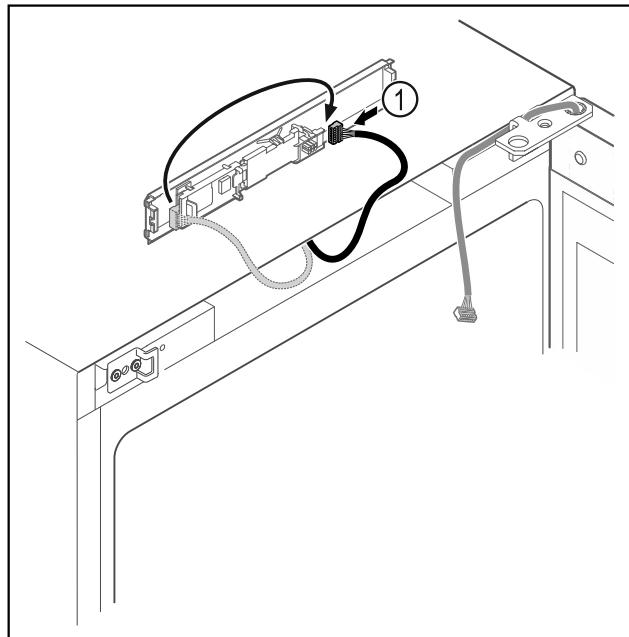

Fig. 13
► Zmeňte zapojenie zástrčky Fig. 13 (1) na doske plošných spojov.